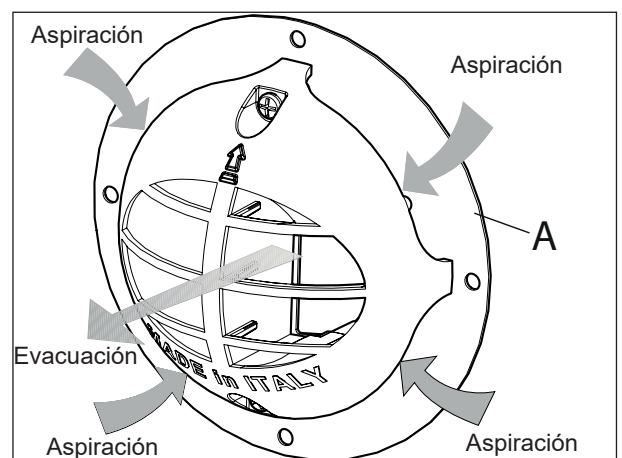

Fig. 11
El aire necesario para la combustión es aspirado por las ranuras en contacto con la pared exterior (Fig. 11), que deben dejarse libres, sin cementar ni utilizar selladores.
Montar el disco de acero inoxidable (A) suministrado (Fig. 11).